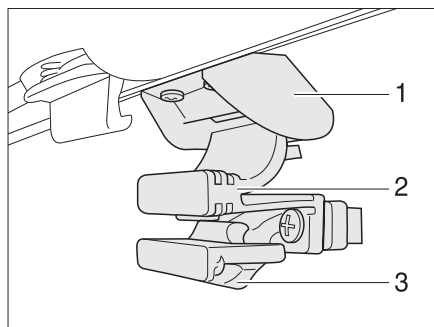

Fig. 43 Fenêtre dans la porte de cellule
- Pousser la sécurité (Fig. 43,3) vers le bas.
- Presser la poignée (Fig. 43,2) et faire glisser la fenêtre vers le bas.
- Faire glisser la fenêtre vers le haut jusqu'à ce que la poignée (Fig. 43,2) se verrouille dans le verrouillage (Fig. 43,1).